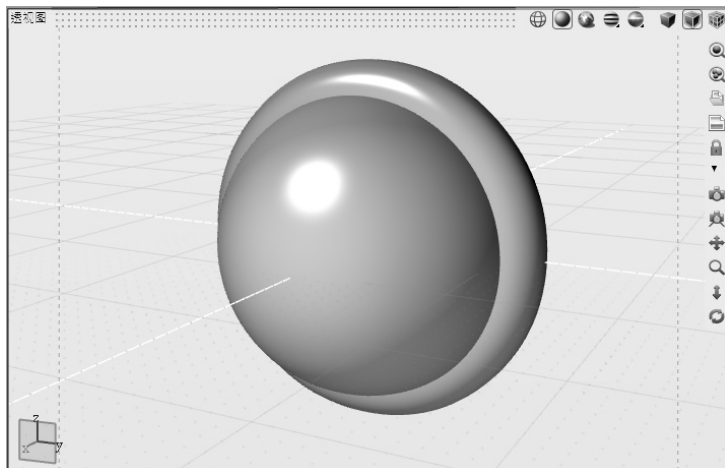

图 2-68 构建圆环
5) 调整圆环“外半径”参数为 1.3cm, 效果如图 2-68 所示。